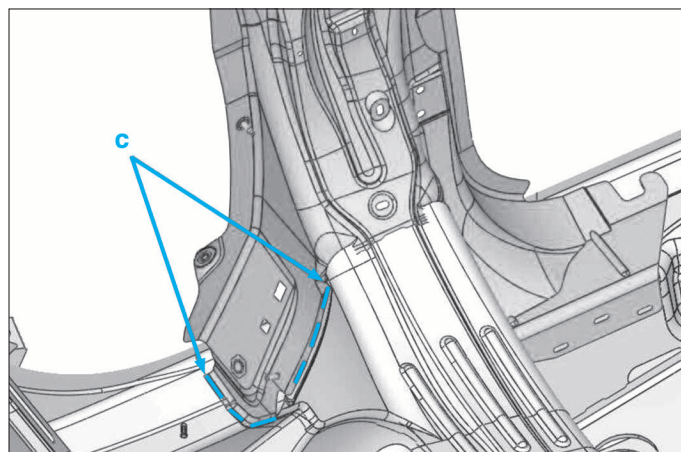

FIG. 83
- Découper les 6 cordons de soudure suivant la ligne (c) (Fig.83).
- Effectuer les 6 cordons de soudure (c) de 30 mm (cupro brasage) (Fig.83).